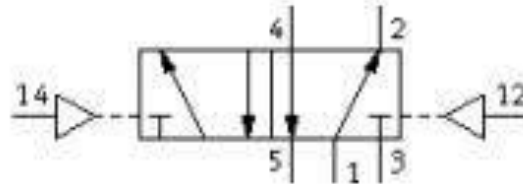

Figura 13. válvula biestable.
- Las válvulas biestables figura 13, son aquellas que no tienen una única posición de reposo estable; es decir, que, aunque se anule la señal que provocó la posición en la que se encuentra, la válvula seguirá en esa misma posición hasta que se active la señal correspondiente a una nueva posición. En el caso de que se activen dos señales va a permanecer la primer señal.